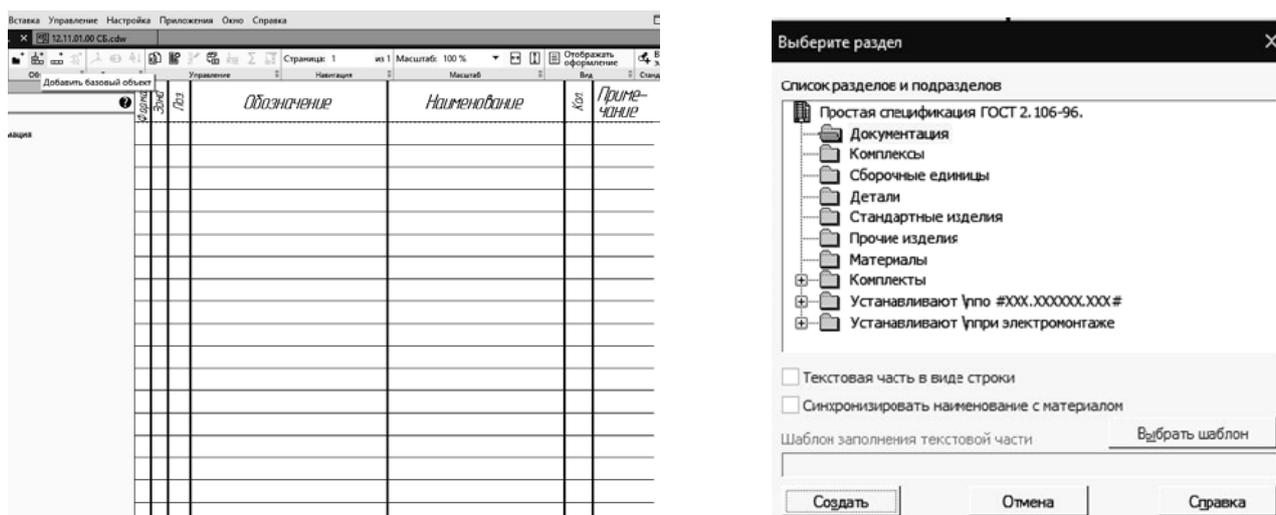

Рисунок 6.1 – Выбор раздела «Документация»
- 2) создайте первый раздел спецификации **Документация**: необходимо щелкнуть по кнопке **Объекты / Добавить базовый объект** на панели инструментов **Спецификация**, затем выбрать раздел **Документация** (рисунок 6.1);